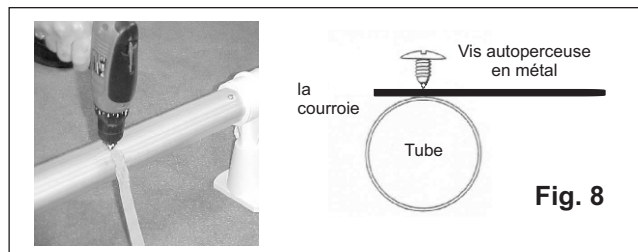

Fig. 8
- B Attachez des courroies directement au tube (voir Fig. 8). **NE PAS percer de trous à l'avance ni serrer les vis trop fort.** Un très petit «trou pilote» est acceptable. Utilisez toutes les courroies fournies.